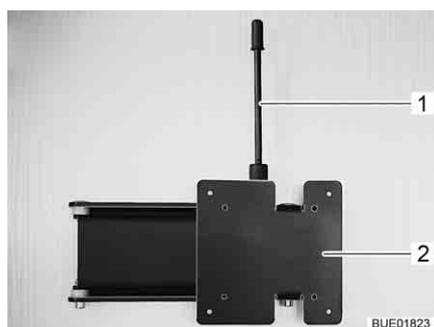

Fig. 104 Supporto a parete
- Tirare verso l'alto la leva di sbloccaggio (Fig. 104,1) e ruotare il supporto (Fig. 104,2) con lo schermo piatto nella posizione desiderata.